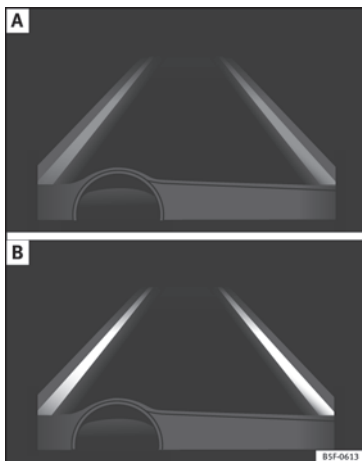

Fig. 191 Sul display del quadro strumenti: indicazione sul display del dispositivo di assistenza per il mantenimento della corsia (esempio 1).
- Il dispositivo è attivato ma non è disponibile, perché non è stato raggiunto il limite minimo di velocità o perché non viene rilevata la segnaletica della corsia » **fig. 191 A**.
questo momento non sta correggendo la traiettoria » **fig. 191 B**.